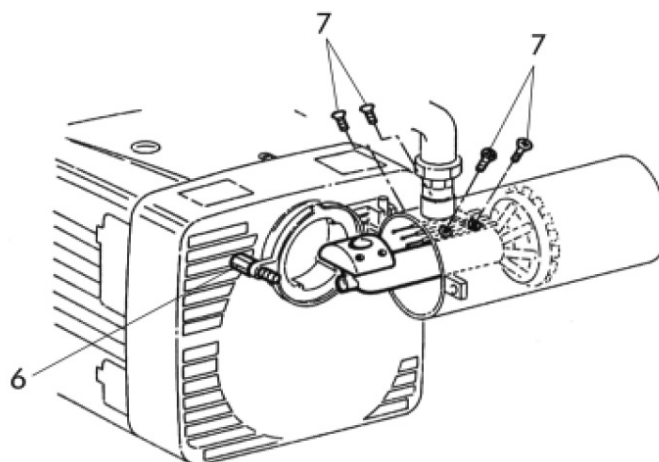

fig. 6
- Para acceder al tubo de alimentación y a los electrodos hay que quitar el tornillo bisagra 6 y los tornillos 7 (fig.6).